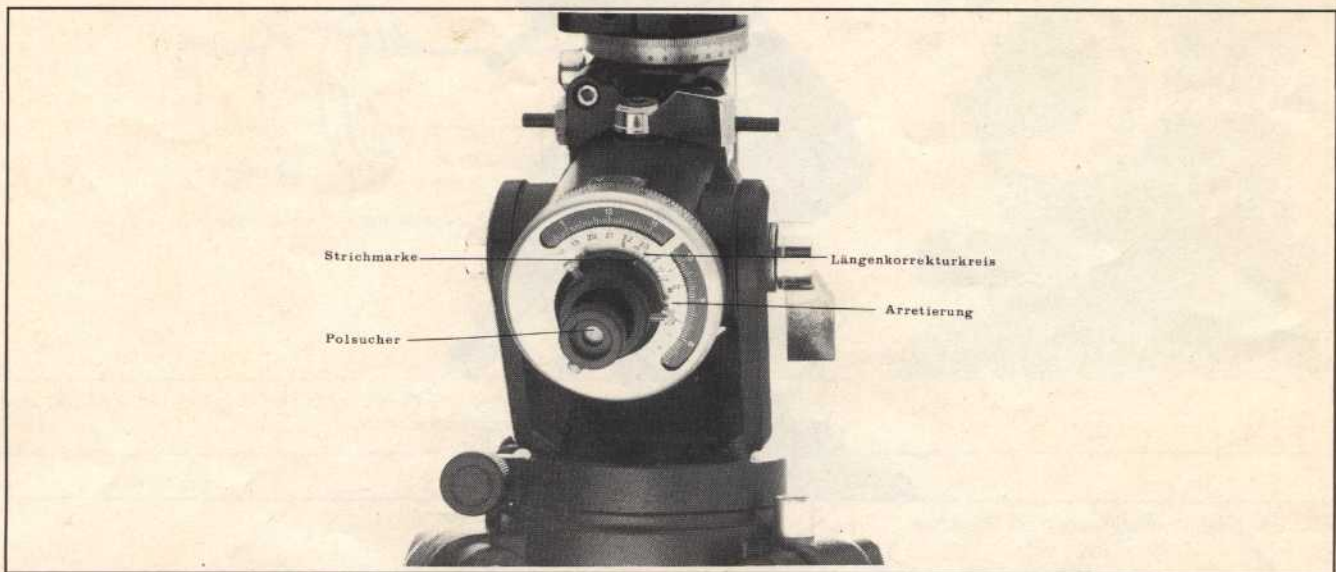

Abb. 35: Einstellung der 0-Uhr-Marke
f) **Typ I:** Setzen Sie, falls nicht schon vorher vorhanden, den Polsucher in die Polachse ein. Drehen Sie die gesamte Polsucherhalterung bis die Strichmarke genau gegenüber der 0-Uhr-Marke des Uhrzeitkreises liegt. Dann ziehen Sie die drei Imbusschrauben fest an (Abb. 35).